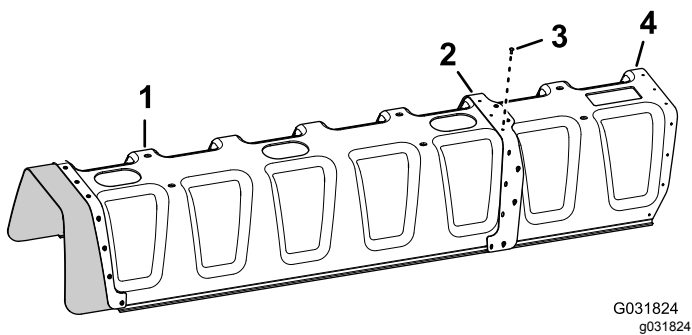

Figura 181
4. Prenda a extensão da cobertura na cobertura da secção de 11 bicos (Figura 181) com 11 rebites cegos (Peça Toro N.º 114439).